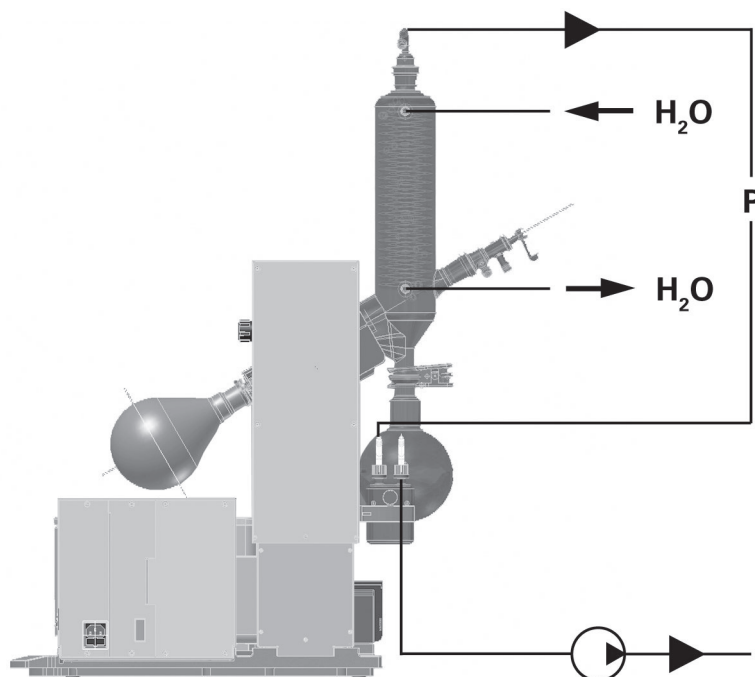

Fig. 14
- ☞ Conecte las mangueras de agua en el refrigerador siguiendo el principio de la contracorriente (fig. 14).